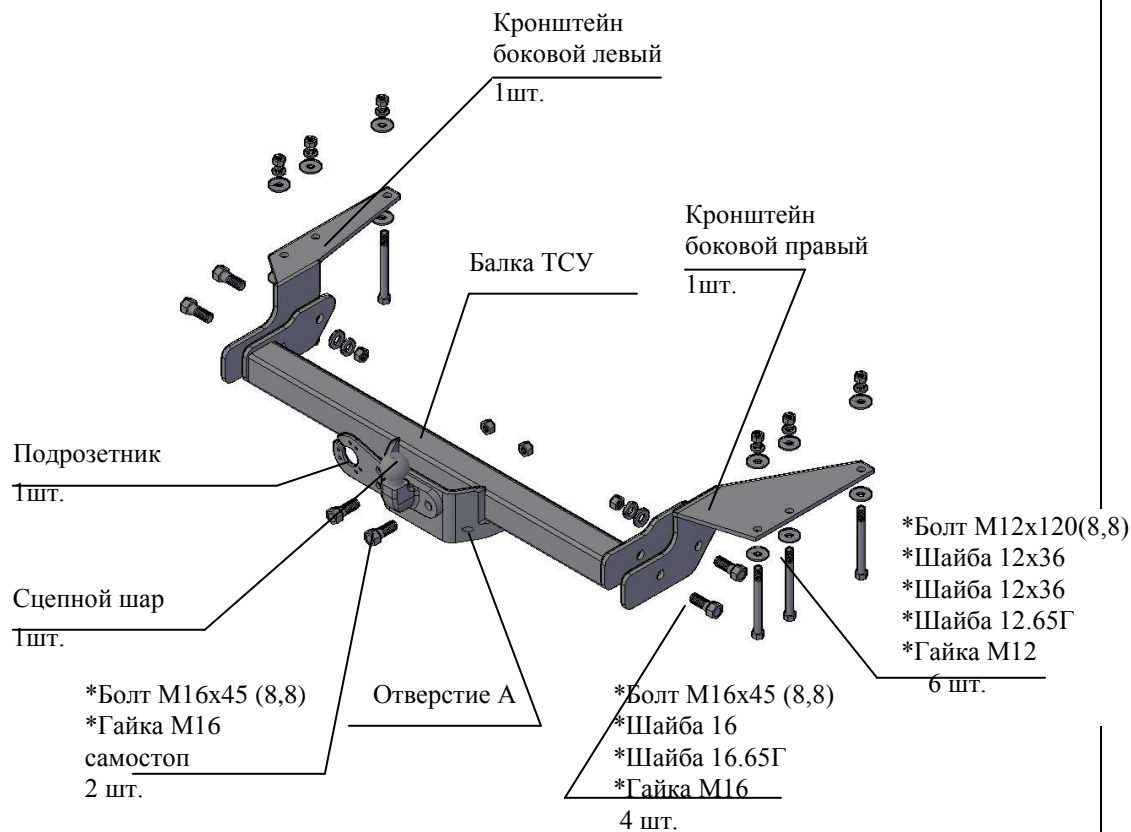

Рис.1 Тягово-сцепное устройство 7510.K2 .
2.1 ТСУ 7510.K2 в сборе (рис.1)	1 шт.
2.2 Пакет с комплектующими (см. рис.1)	1 шт.